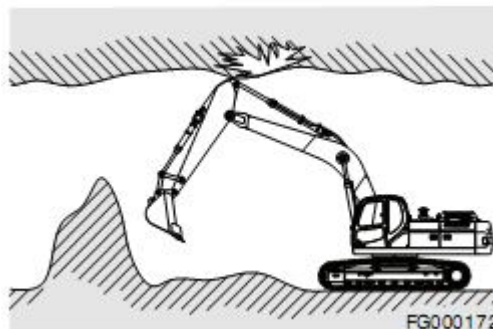

Рисунок 65
12. Если работа производится под землей или в закрытом помещении, убедитесь в наличии достаточной высоты просвета и нормальной вентиляции. См. рисунок 65.